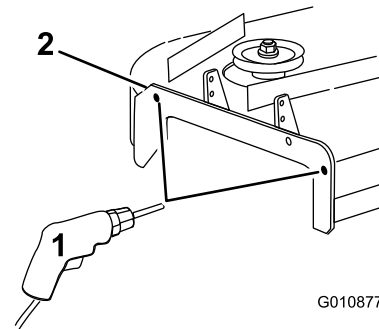

Figura 6
1. Compruebe el diámetro de los orificios en las posiciones indicadas en Figura 6.
3. Perfore los orificios con el diámetro especificado en las posiciones indicadas en Figura 6.